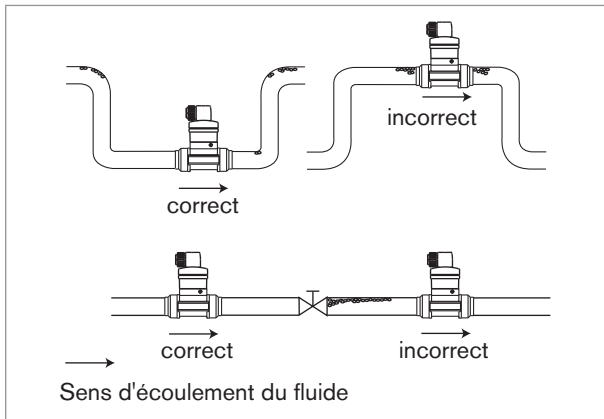

Fig. 4: Recommendations additionnelles d'installation
- Eviter la formation de bulles d'air dans la conduite (voir Fig. 4).